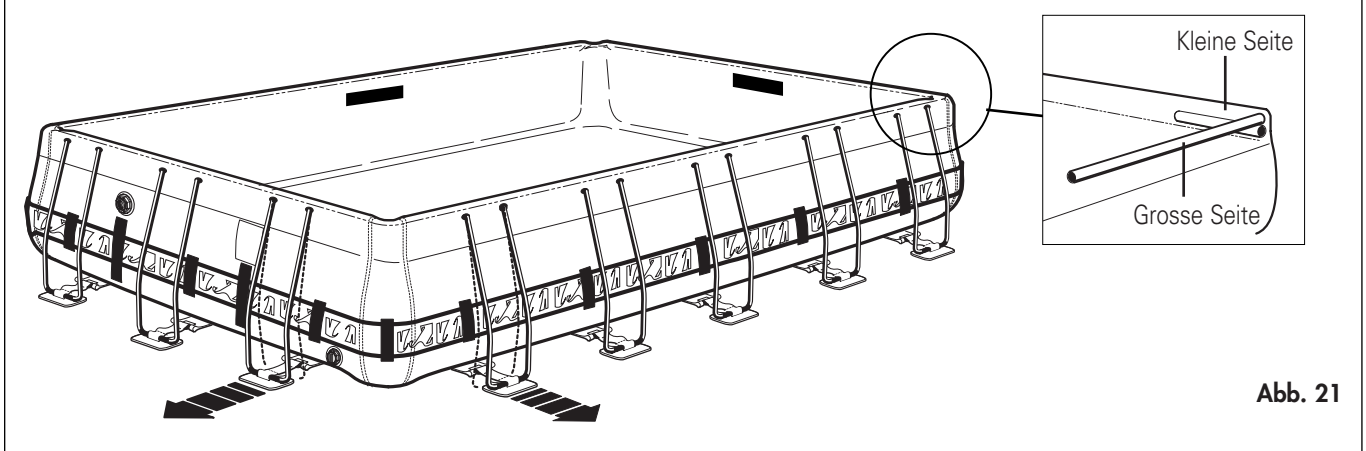

Abb. 21
**Wichtig:** Ziehen Sie jede Ständer-Bodenplatte nach außen um die Bänder zu spannen. Dadurch erhält das Becken seine regelmäßige Form, Abb. 21.